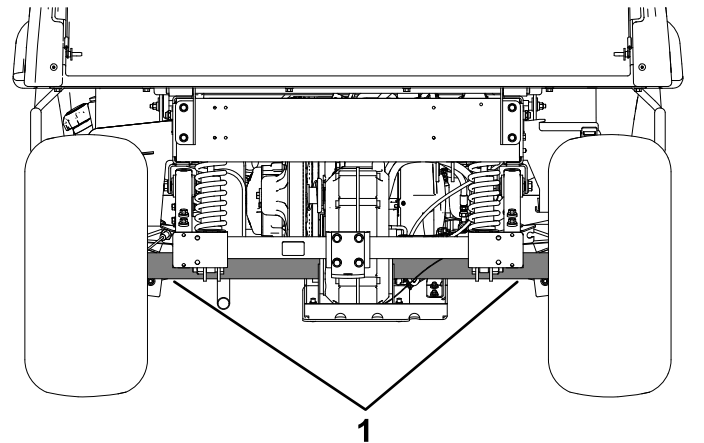

Bild 27
- Die hintere Hebestelle der Maschine befindet sich unter den Achsrohren (Bild 27).